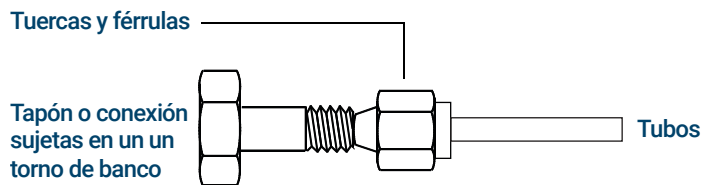

Figura 53. Monte la conexión
- 3 Introduzca la tubería en el tapón de acero inoxidable. Vea la **Figura 53**.